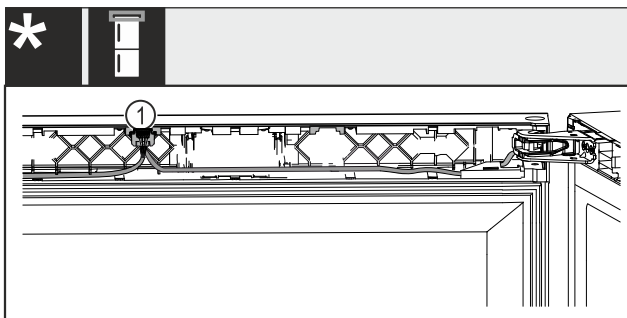

Fig. 62 Wein-Gefrier-Kombinationen*
- Stecker Fig. 62 (1) in die Führung einrasten.*